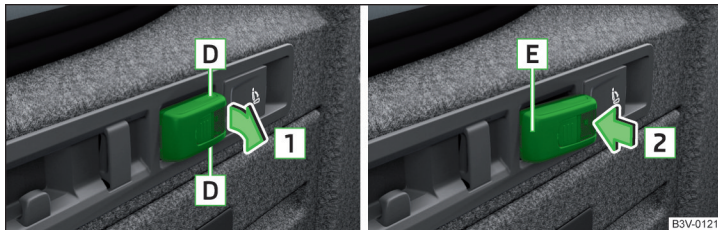

Abb. 157 Leuchte herausnehmen / Leuchte einsetzen
- Zum **Herausnehmen** die Leuchte im Bereich **D** fassen und in Pfeilrichtung **1** herausschwenken » Abb. 157.
- Zum **Einsetzen** die Leuchte zuerst mit dem hinteren Teil **E** in die Halterung einsetzen » Abb. 157 und danach die Leuchte in Pfeilrichtung **2** nachdrücken, bis diese hörbar einrastet.